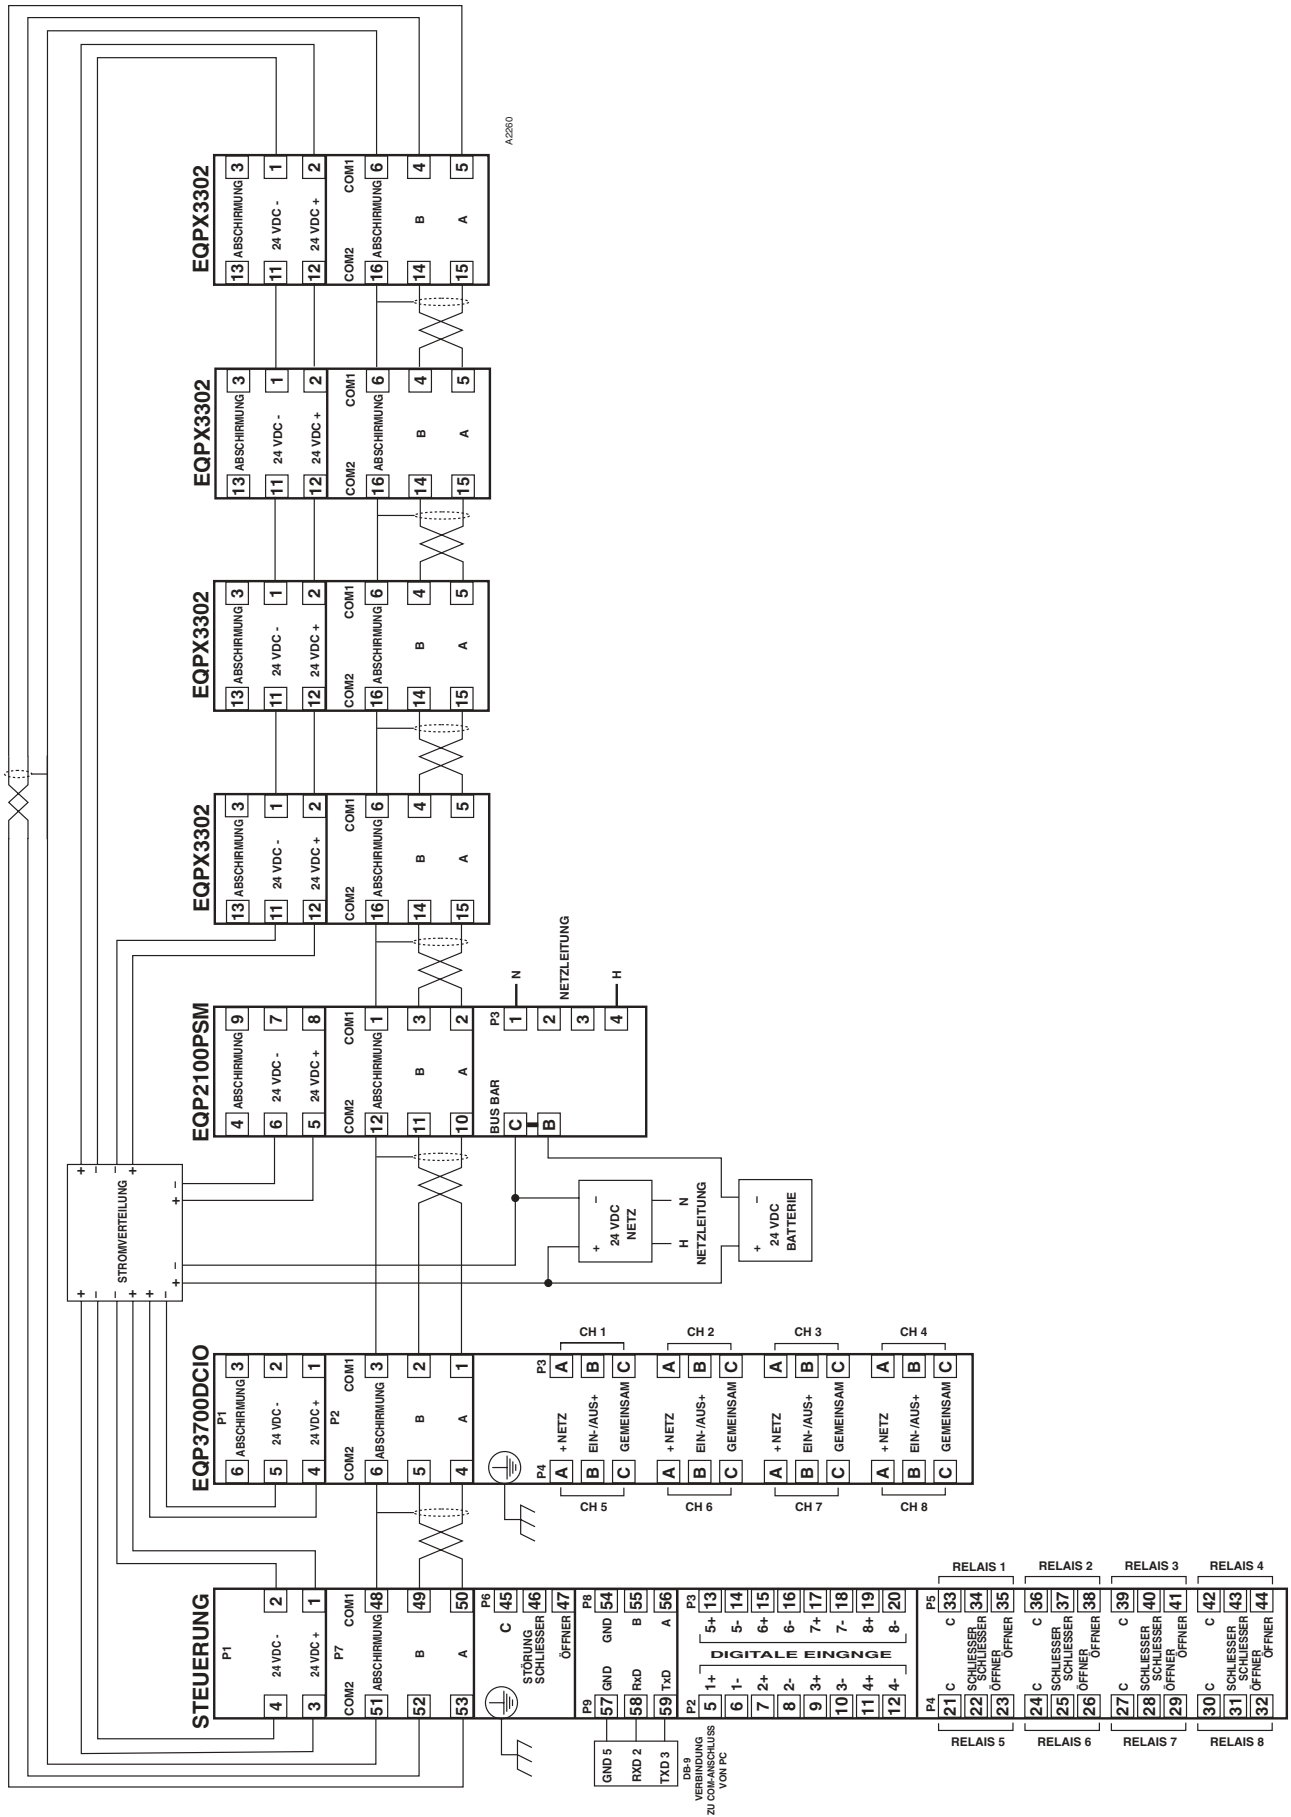

Abb. 14—Typische Systemanordnung für EQP
Die Kabel müssen abgeschirmt sein, um Störungen durch elektromagnetische Strahlung auszuschließen. Bei Verwendung abgeschirmter Kabel müssen die Abschirmungen gemäß den Abbildungen 7 bis 12 und Abbildung 14 angeschlossen werden. Wenn Sie keine abgeschirmten Kabel verwenden, kontaktieren Sie bitte den Hersteller.
3. Die Abschirmungen für die LON-Kabel wie angegeben anschließen. Siehe hierzu Abb. 14.